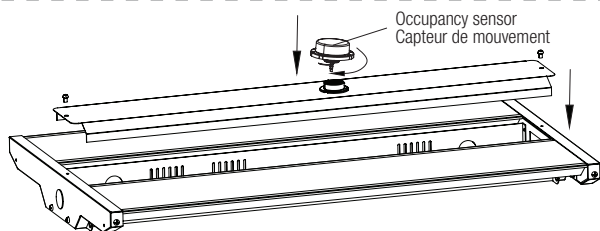

Figure 12
4. Install the occupancy sensor on the base by turning it clockwise (Fig. 12).
6. Install the driver cover on the luminaire housing by using the two screws (Fig. 12).
4. Installer le capteur de mouvement sur la base en le tournant dans le sens des aiguilles d'une montre (Fig. 12).
6. Installer le couvercle du contrôleur de DEL sur le boîtier du luminaire à l'aide des deux vis (Fig. 12).